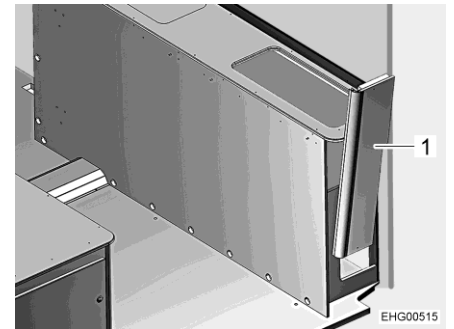

Fig. 137 Coffre de banquette droit, paroi latérale
- Retirer la paroi latérale (Fig. 137,1) par le haut en exerçant de légères secousses.